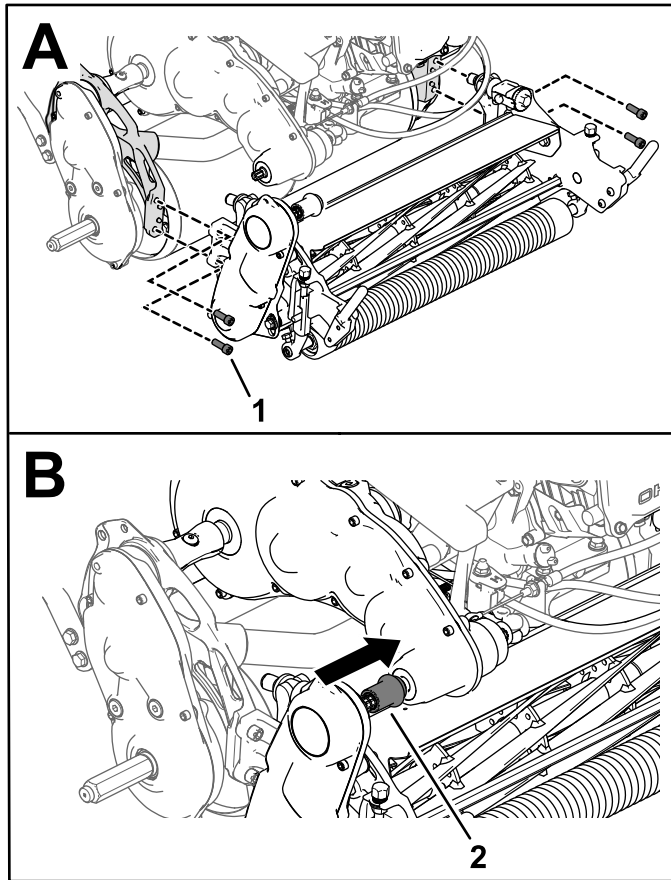

Figure 48
3. Fixez l'unité de coupe au cadre à l'aide de 4 vis à tête creuse (Figure 48).
4. Faites glisser le coupleur d'entraînement de l'unité de coupe sur l'arbre de transmission (Figure 48).